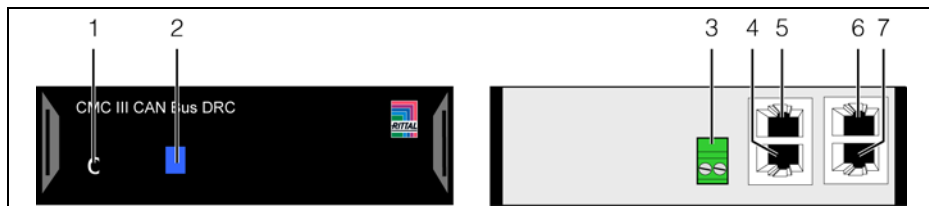

Рис. 3: Панель управления, штекеры и разъемы
Элементы управления и индикации показаны на рис. 3.
Обозначения на рис. 3
- Подключите блок CMC-TC "RFID-контроллер" (7890.500) к соответствующему разъему (рис. 3, поз. 4).
- Соедините CAN-Bus DRC кабелем CAN-Bus с CMC III PU или соседними элементами в шине CAN-Bus (рис. 3, поз. 6, 7). К шине CAN-Bus можно подключить до двух CAN-Bus DRC.